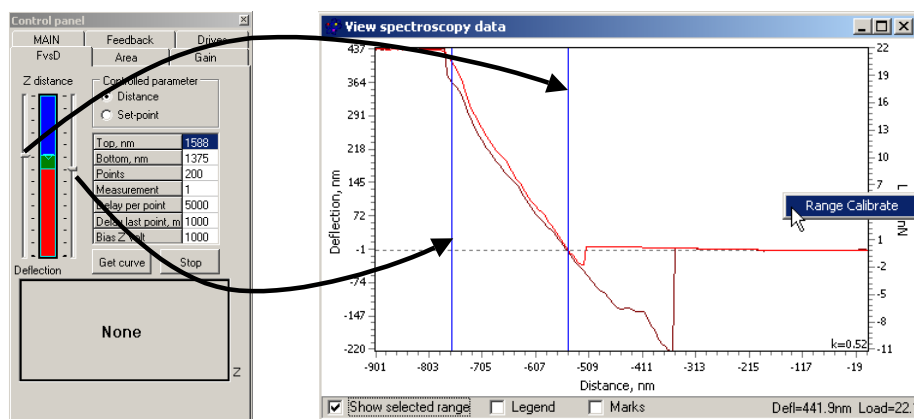

Рис. 5.12. Перемещение маркеров для выделения наклонного участка кривой подвода/отвода
3. При помощи вертикальных регуляторов на панели **FvsD** передвинуть границы диапазона движения пьезотрубки таким образом, чтобы маркеры в специализированном окне визуализации выделяли наклонную часть кривой подвода/отвода (рис. 5.12). Желательно, чтобы выделенный диапазон охватывал
4. На поле графика вызвать контекстное меню, щелкнув правой кнопкой мыши, и выбрать команду Range Calibrate (Калибровка диапазона) (рис. 5.12 справа). В поле графика в правом нижнем углу отобразится текущее значение коэффициента пропорциональности k .